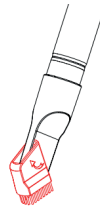

Fig. 11
- Como en la fig.11, abra el otro lado con las cerdas del cepillo comprimido como la marca de una flecha para limpiar el sofá, la cortina y el polvo de los adornos.